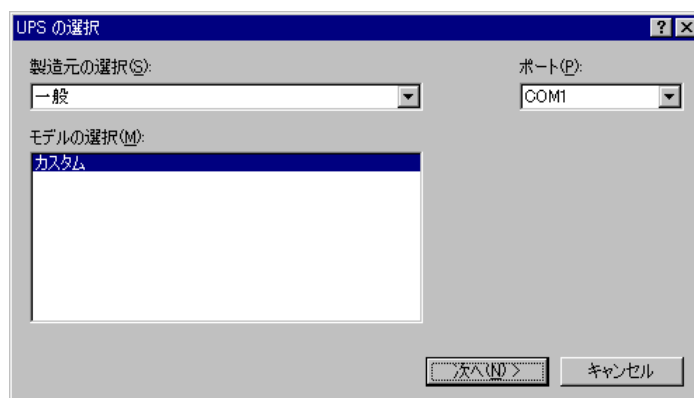

図6
③「選択(S)」ボタンをクリックすると設定画面が起動します。(図6)